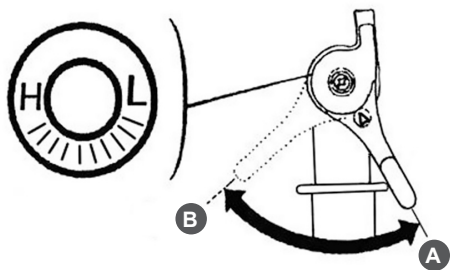

Рис. 17 Положения рычага газа
- Переведите рычаг газа 6 на 1/3 хода в сторону положения максимальных оборотов двигателя (Рис. 17).